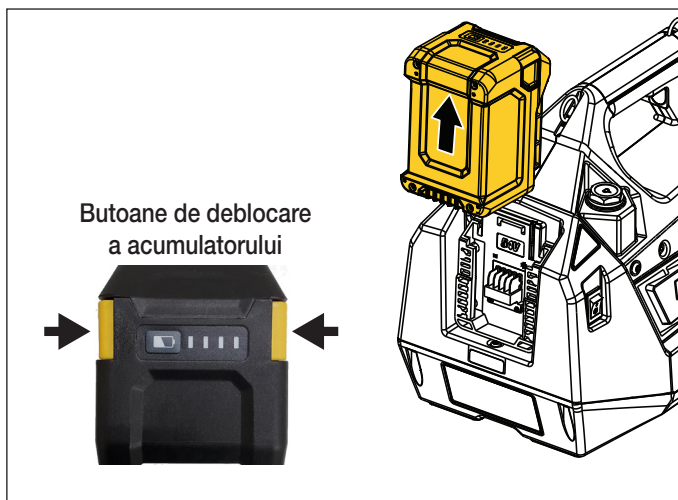

Figura 8: Acumulatorul - Demontare
- **Pentru a îndepărta acumulatorul din pompă:** Apăsați lung butoanele de eliberare de pe fiecare laterală a bateriei. Apoi, glisați acumulatorul în sus și scoateți-l din pompă. Consultați Figura 8.